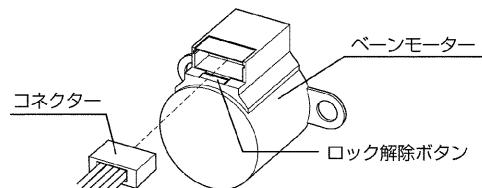

図33
- (2) ベーンに接続しているコネクターを外します。コネクターはロックされていますのでロック解除ボタンを押しながらコネクターを外します。（図33）
- (3) ベーンモーターカバーを、外したときと逆の要領で取付けてください。
- (4) 手動でベーンをゆっくりと設定したい方向に合わせます。